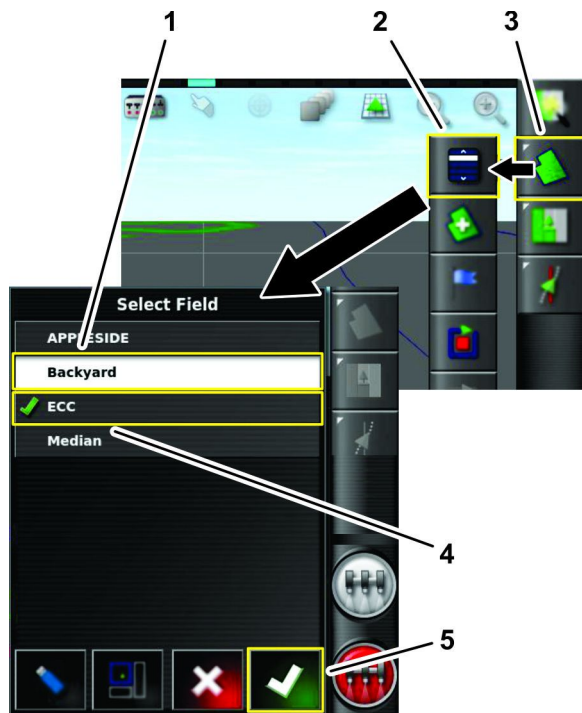

Рисунок 35
1. Нажмите на значок меню поля и затем нажмите на значок «Выбор поля» (Рисунок 35).
2. В списке выбора полей нажмите на значок поля, которое вы будете опрыскивать, и нажмите на значок подтверждения (Рисунок 35).